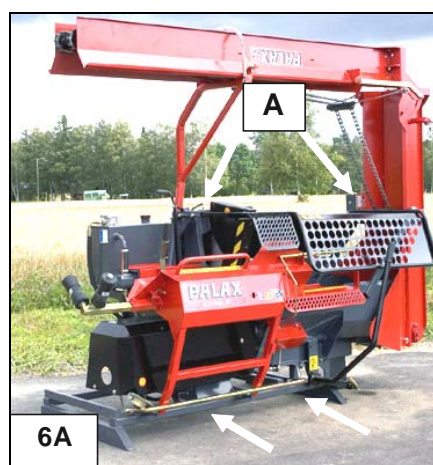

Bild 6A. Maskinens lyftpunkter
- Vid lyftpunkterna A upptill på maskinen. Bild 6A.